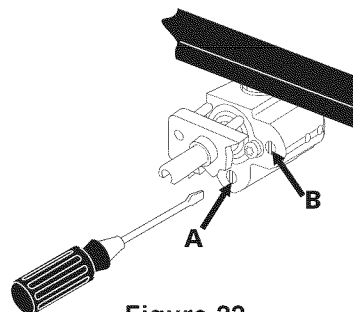

Figure 22
e. La dimension de la flamme de la portion arrière du brûleur pont peut être augmenter ou diminuer en tournant la vis A. Utilisez la vis B pour régler la dimension de la flamme de la portion centrale du brûleur pont. (Figure 22). Tournez la vis dans le sens anti-horaire pour augmenter la dimension de la flamme et dans le sens horaire pour la diminuer. Ajustez la dimension flamme jusqu'à ce que vous puissiez tourner rapidement le bouton de LITE à la plus basse position (LOW) sans éteindre la flamme. Celle-ci devrait être aussi minuscule que possible sans s'éteindre.